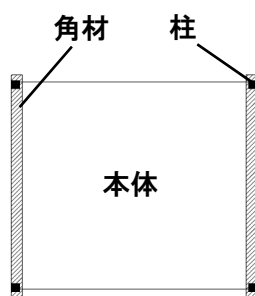

図 2.角材位置(平面図)
- ・角材等を挟む場合は、4 隅の柱に近い位置で受けてください。(図 2 参照)